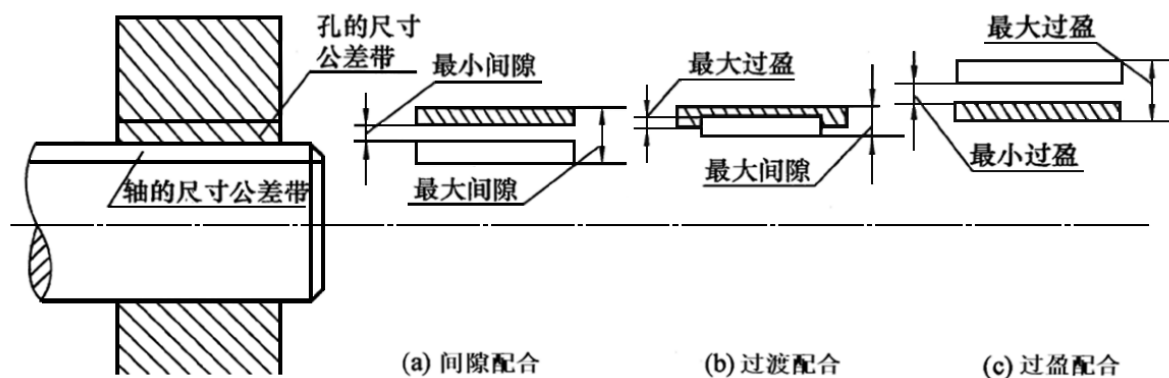

图 6-3 配合
**间隙配合：**孔的公差带完全在轴的公差带之上，如图 6-3 (a) 所示。
**过渡配合：**孔和轴的公差带相互交叠，如图 6-3 (b) 所示。
**过盈配合：**孔的公差带完全在轴的公差带之下，如图 6-3 (c) 所示。